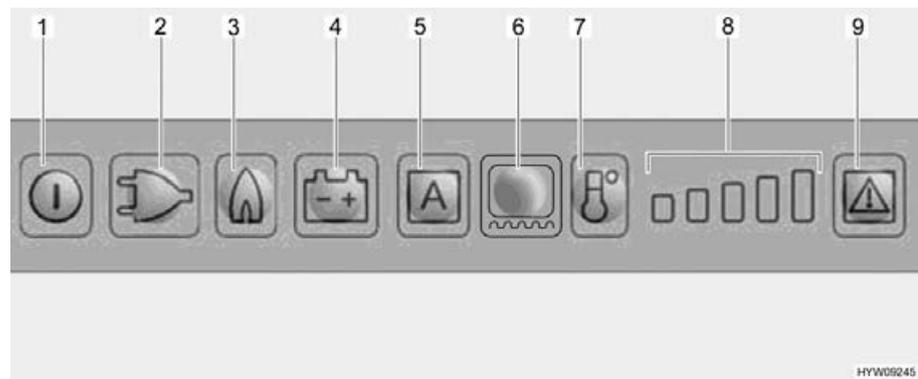

Bild 240 LED-Bedienfeld (Kühlschrank Dometic)
Beim Anwählen des Gasbetriebs wird die Zündsicherung automatisch geöffnet, so dass Gas zum Brenner strömen kann. Gleichzeitig wird der elektronische Zünder eingeschaltet. Erlischt die Gasflamme, z. B. durch einen Luftzug, wird der Zünder sofort aktiviert und zündet das Gas wieder an. Bei Störung im Gasbetrieb blinken die Leuchttasten Gas (Bild 240,3) und Störung (Bild 240,9), und es ertönt 20 Sekunden lang ein akustischer Alarm.
- Taste Ein/Aus (Bild 240,1) etwa 2 Sekunden lang drücken. Der Kühlschrank schaltet sich ein, die zuletzt gewählte Betriebsart wird angezeigt.
- Leuchttaste für die gewünschte Betriebsart (Bild 240,2 - 4) oder den Automatikmodus "AES" (Bild 240,5) (nur bei Ausführung AES) drücken.
Kühltemperatur einstellen: ■ Kühltemperatur mit der Taste Kühlstufe (Bild 240,7) einstellen. Die Kühlstufen-Anzeige (Bild 240,8) zeigt die gewählte Thermostat-Einstellung an.
Ausschalten: ■ Taste Ein/Aus (Bild 240,1) etwa 2 Sekunden lang drücken.
Kühltemperatur-Regelung Nach dem Einschalten wählt der Kühlschrank automatisch die mittlere Thermostat-Einstellung. Diese Einstellung kann manuell mit der Taste Kühlstufe (Bild 240,7) nachgeregelt werden. Es dauert einige Stunden, bis der Kühlschrank die normale Betriebstemperatur erreicht hat. Beim Umschalten auf eine andere Betriebsart wird die Thermostat-Einstellung beibehalten.
Betriebsdauer einstellen: ■ Rahmenheizung für eine Dauer von 2 Stunden einschalten: Leuchttaste Rahmenheizung (Bild 240,6) einmal drücken. Ein Balken der Kühlstufen-Anzeige (Bild 240,8) leuchtet.
■ Rahmenheizung für eine Dauer von 5 Stunden einschalten: Leuchttaste Rahmenheizung (Bild 240,6) zweimal drücken. Zwei Balken der Kühlstufen-Anzeige (Bild 240,8) leuchten.
■ Rahmenheizung auf Dauerbetrieb stellen: Leuchttaste Rahmenheizung (Bild 240,6) dreimal drücken. Drei Balken der Kühlstufen-Anzeige (Bild 240,8) leuchten.
Die Kühlstufen-Anzeige (Bild 240,8) zeigt einige Sekunden lang die Betriebsdauer der Rahmenheizung an.
Bei einer Störung blinkt die Leuchttaste Störung (Bild 240,9). Außerdem blinkt entweder eine der Leuchttasten Betriebsart oder die Kühlstufen-Anzeige. Zusätzlich ertönt ein akustisches Warnsignal. Hinweise zur Fehleranzeige und Fehlerbehebung siehe Kapitel 15.
- ▷ Nachdem eine Störung des Gasbetriebs behoben wurde, Leuchttaste Reset (Bild 240,9) drücken.